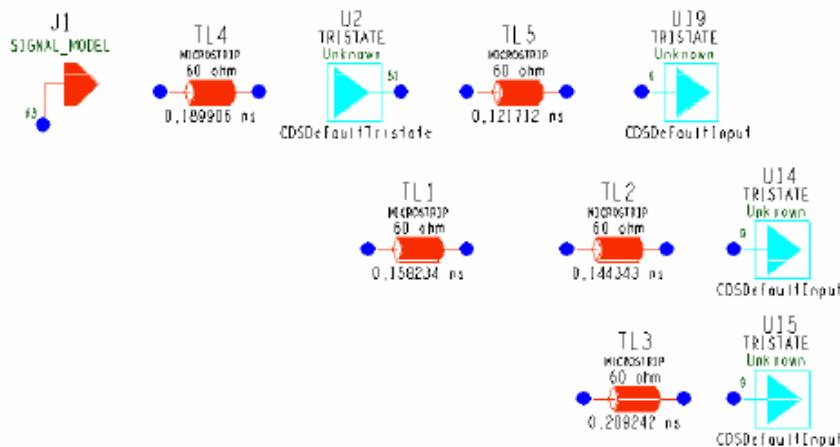

图 9-8 重排部件
8. 移动各个部件，并点击 按钮，再点击一个理想传输线，拷贝一条线，放在图中，如图 9-8 所示。